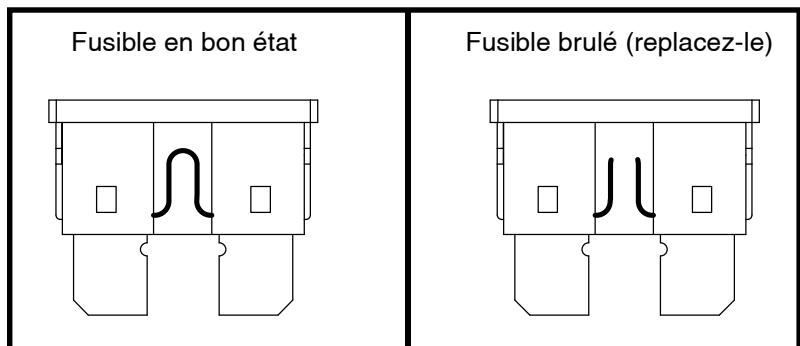

Figure 34. Le remplacement des fusibles
2. Examinez-le pour vérifier s'il est brûlé. **Voir la figure 34.**